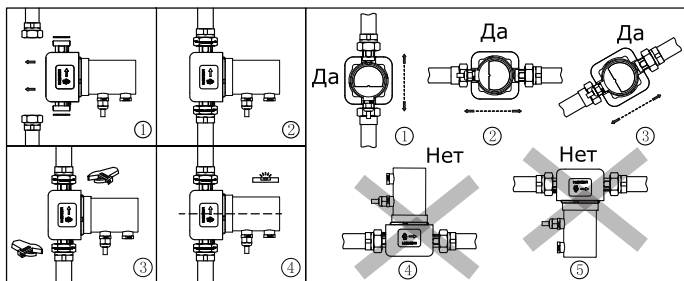

Рис.3 Установка циркуляционного насоса
- Вал двигателя циркуляционного насоса должен располагаться строго в горизонтальном положении (**см. Рис.3**);